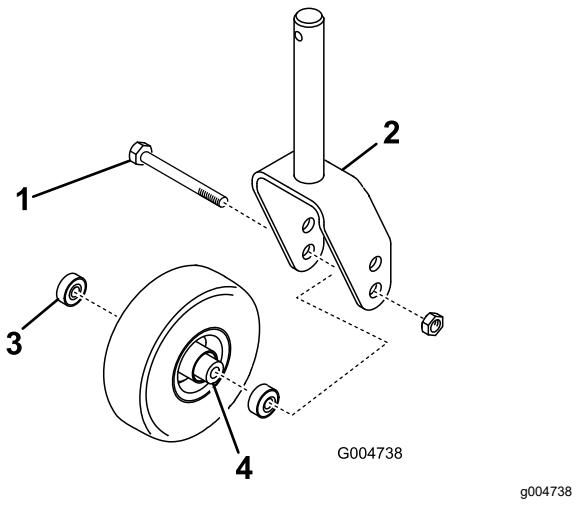

Figure 23
- Enlevez le contre-écrou du boulon qui fixe la roue pivotante à la chape (Figure 23).
- Enlevez le roulement du moyeu de la roue et laissez tomber la douille d'écartement à l'extérieur (Figure 23).